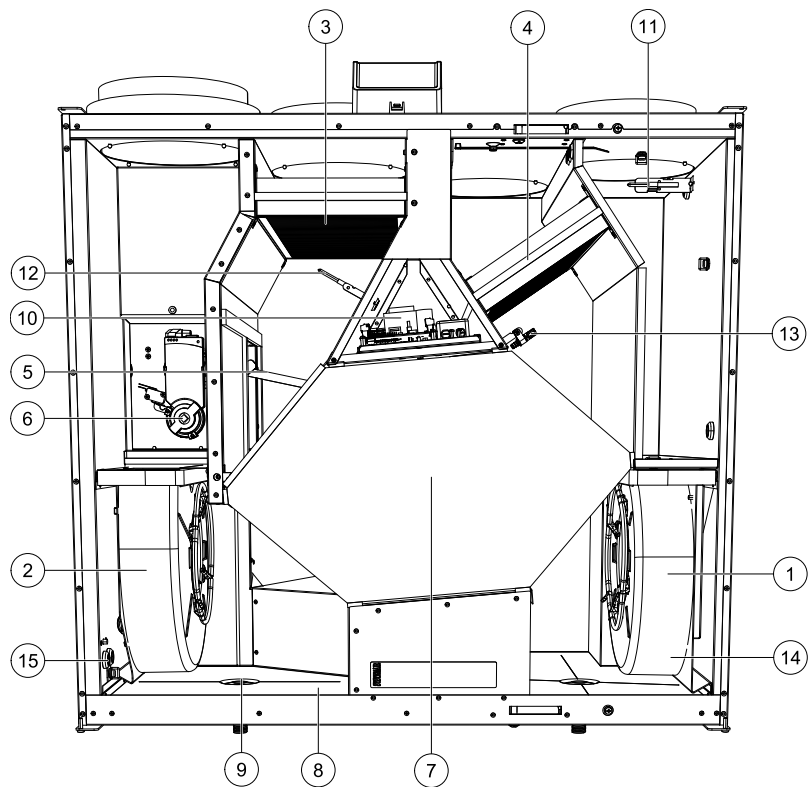

Bild 9 Komponenten
Der eingebaute Bypassklappe (Pos. 5 Abbildung 9) ist an der Enteisung, der Kälterückgewinnung und der Zulufttemperaturregelung des Gerätes beteiligt. Der Klappenmotor wird durch ein analoges 0-10 V Signal gesteuert.
- Zuluftsensor (Pos. 14 Abbildung 9)
- Außenluftsensor (Pos. 15 Abbildung 9)
- Abluftsensor (Pos. 16 Abbildung 9).